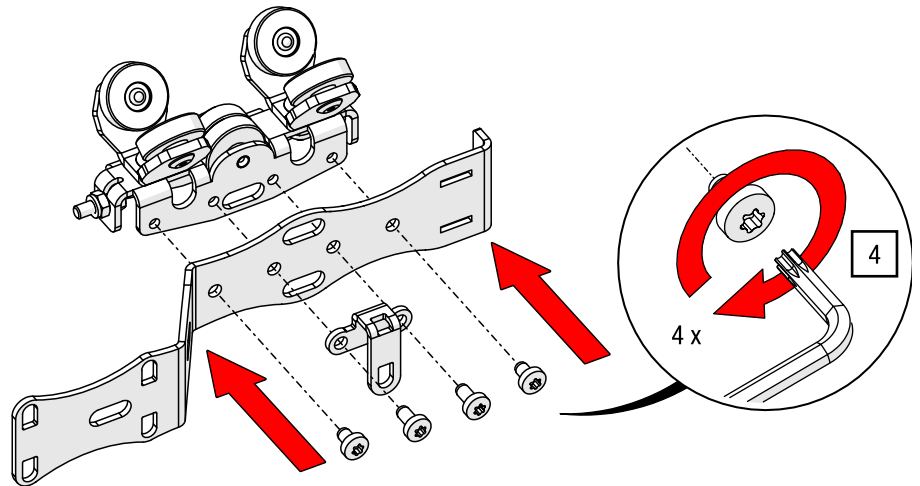

Abb. 61: Zugwagen OFFICE Überzugbügel – Überzugbügel und Ösenblech montieren
4. Positionieren Sie einen Überzugbügel mit einem seitlichen Ösenblech auf den Zugwagen und verschrauben Sie diese mit einem TORX®-Schlüssel T20, bis das Blech am Zugwagen anliegt (siehe Abb. 61).